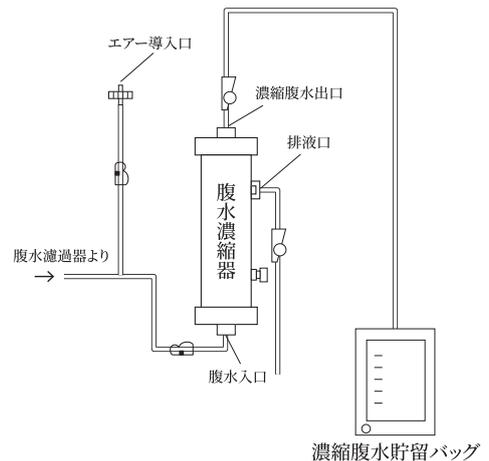

図2 落差式の回路図(例)
- ① 腹水濾過器の添付文書に従い、腹水濾過を開始する。
- ② 排液口に接続した回路のクランプを開け、本品の腹水入口側の流量と濃縮腹水出口側の流量の比率を、クランプ(図2)の操作により調整し、落差によって腹水を濃縮する。